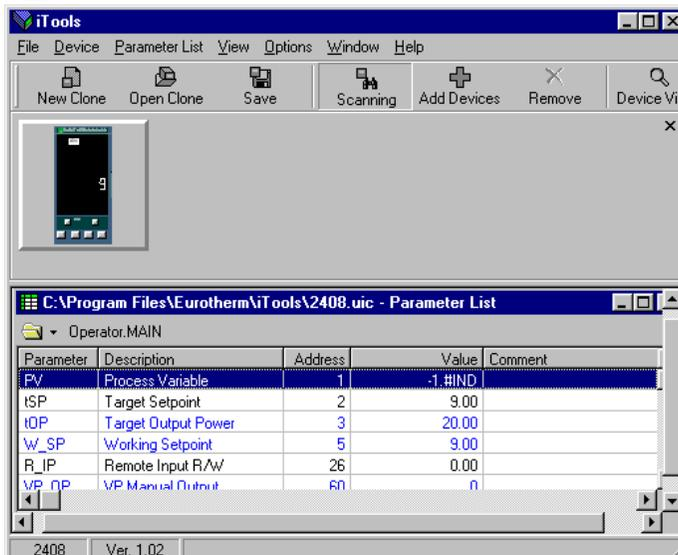

Figure 4-10 : appareil simulé obtenu à partir d'un fichier clone nouveau
3. La vue de l'appareil apparaît à l'écran (figure 4-10 - couleur d'affichage = blanc) et peut être configurée, sauvegardée et chargée vers un appareil réel de la manière décrite précédemment.